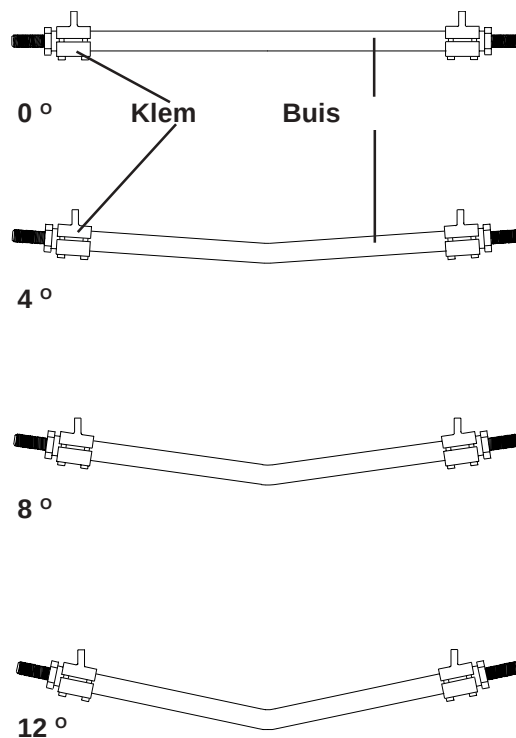
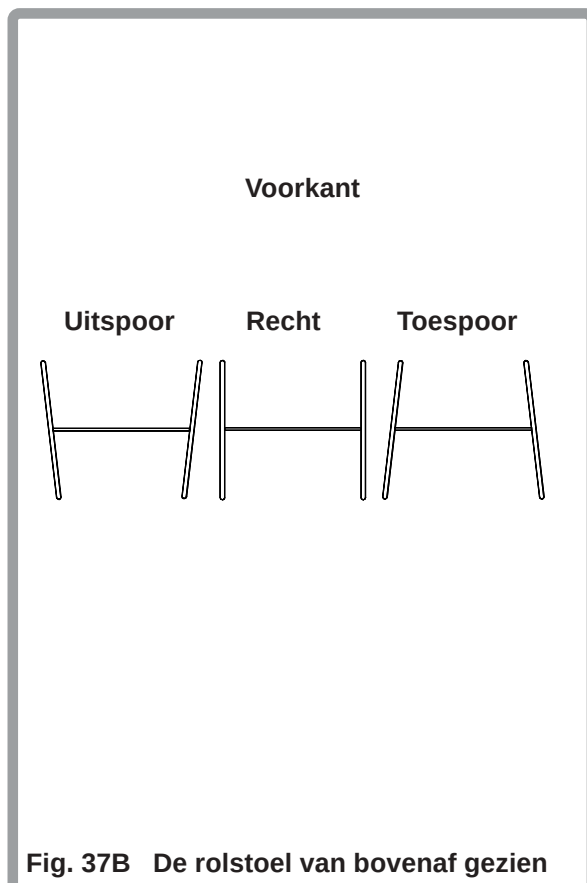

Fig. 36
Fig. 37B De rolstoel van bovenaf gezien
De camber (Fig. 36) wordt bepaald door de keuze van de camberas en asklemmen. De buizen en klemmen worden door de Sunrise Medical dealers geleverd in afstellingen van 0°, 4°, 8° en 12°. Om de camber afstelling te wijzigen dient u de camberas en klemmen te verwijderen door het losdraaien van de twee bevestigingsschroeven en moeren per klem. Volg de procedure voor het afstellen van de zithoogte en monteer de gewenste camberas en asklem. Draai de schroeven weer vast op een aanhaalmoment van 7-12 Nm.
De correcte wielpositie is in de fabriek afgesteld. Wanneer u de zithoek wijzigt, dient u altijd de toe- en uitspoor te controleren (Fig. 37B). De sporing kan afgesteld worden (Fig. 36) door het verwijderen van de zijplaat (1) en het iets losdraaien van de excentrische stelring bevestigingsbout (2).